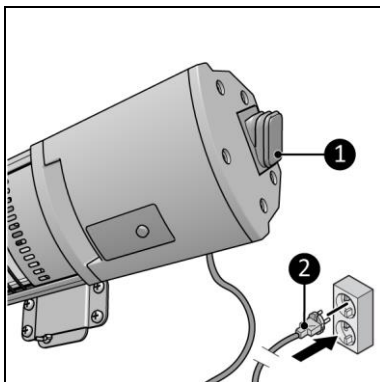

Figure 12
2. Assurez-vous que le commutateur marche/arrêt se trouve en position d'arrêt (figure 12, pos. 1).
3. Insérez la fiche d'alimentation (figure 12, pos. 2) dans une prise de courant mise à la terre et facilement accessible. Utilisez une prise murale mise à la terre d'une puissance minimale de 2500 watts.
1. Assurez-vous que le commutateur marche/arrêt se trouve en position d'arrêt (figure 12, pos. 1).
2. Retirez la fiche d'alimentation de la prise secteur (figure 12, pos. 2).